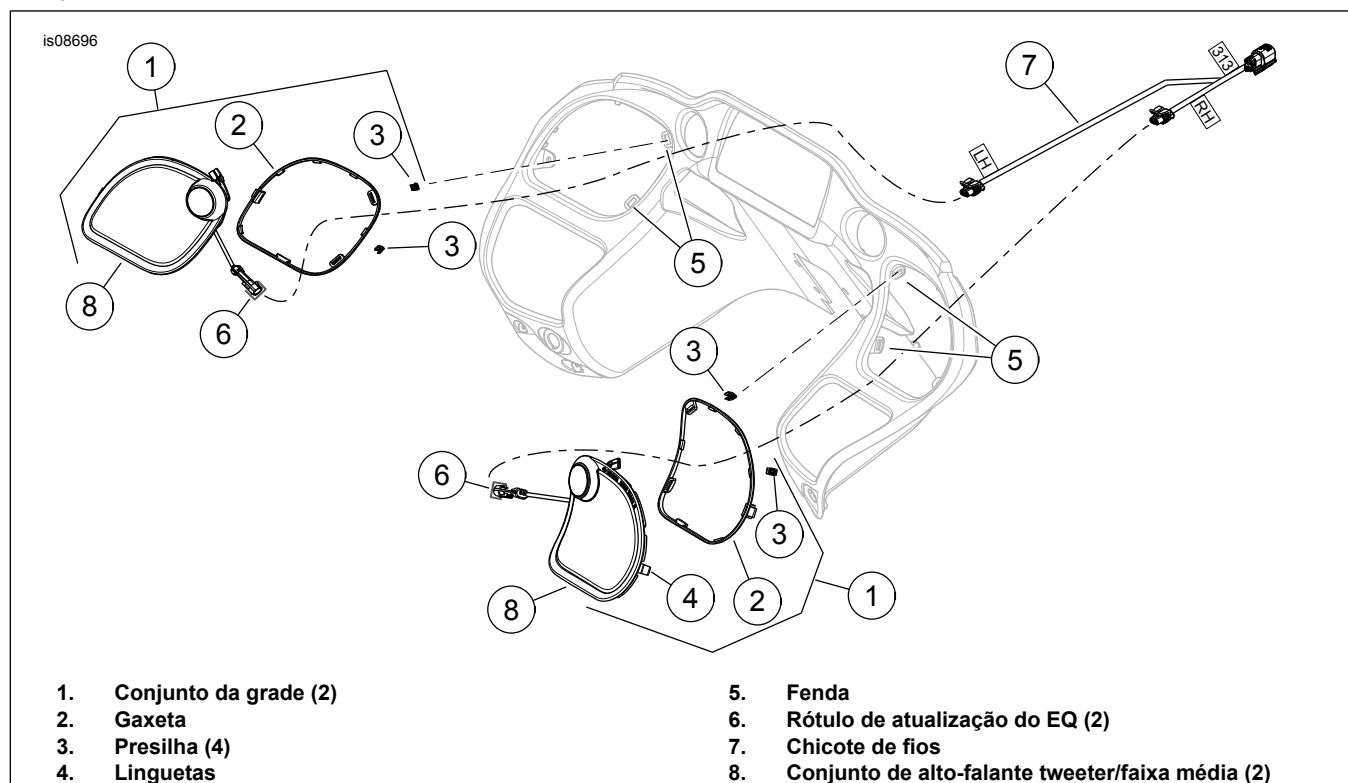

Figura 2. Alto-falante tweeter/faixa média e grade
5. Consulte Figura 2. Instale o conjunto de grade (1):
- b. Verifique se a gaxeta de borracha (2) está no local adequado ao redor do perímetro da grade. Verifique se as duas presilhas (3) estão no local adequado nas guias das grades (4). Substitua os componentes se estiverem danificados ou faltando.
- d. Encaixe a guia (4) no lado externo da abertura do alto-falante.
- e. Encaixe as presilhas de segurança da grade nas fendas (5).
7. Consulte Figura 2. **TODOS os modelos:** posicione o chicote de fios (7) dentro da carenagem interna.